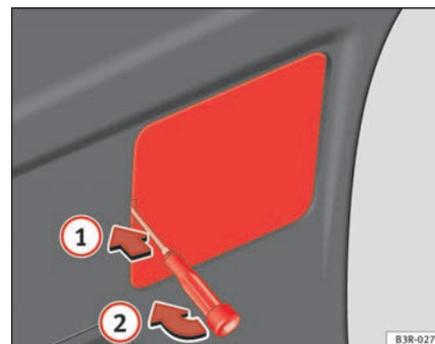

Fig. 227 Retirar la cubierta del revestimiento del portón trasero
- Introduzca el destornillador en la ranura de la cubierta ⇒ página 293, fig. 227 ① y extraiga la misma haciendo palanca ②.